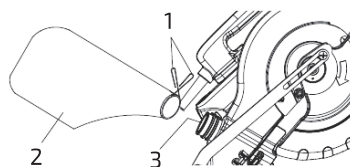

Рис. 6
1. Сжать ушки металлического хомута (1) пылесборника (2) (рис. 6).
2. Поместить горловину пылесборника вокруг отверстия пылесборника (3) и отпустить ушки металлического хомута (1).